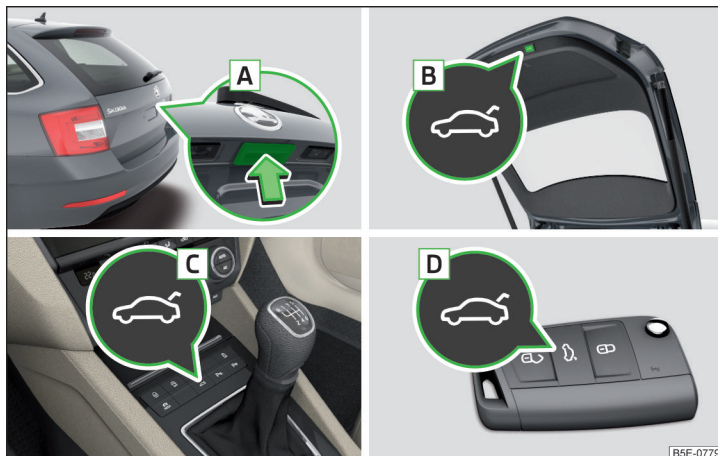

Fig. 58 Manejo de la tapa
- Presionando el tirador **A** » fig. 58.
- Presionando la tecla **B** » fig. 58.
- Mantener pulsada la tecla **B** » fig. 58 de la pág. 69 hasta que suene una señal acústica.
Pulse el tirador A » fig. 58 de la pág. 69 y tire la tapa hacia arriba